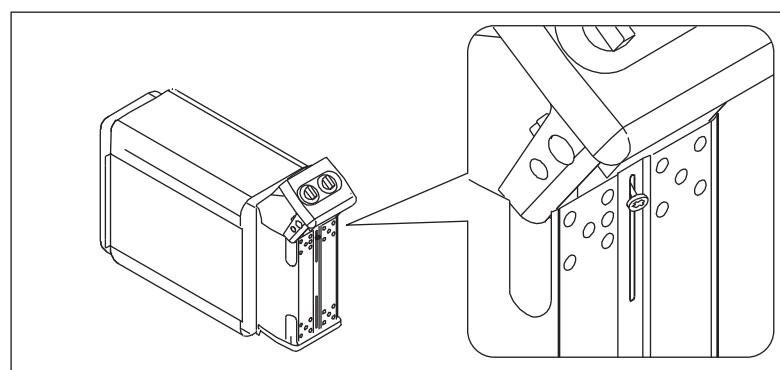

Рисунок 8.
- Когда кабель присоединен, торцевая часть с приборами управления осторожно возвращается в электрокоробку. См. рис. 8.
- Каменка гибким проводом подсоединяется к соединительной коробке (рис. 8: А) на стене сауны. Соединительная коробка должна быть брызгозащищенной и находиться на расстоянии не выше 500 мм от пола.
- В качестве кабеля (рис. 8: В) следует использовать резиновый кабель типа H07RN-F или подобный.